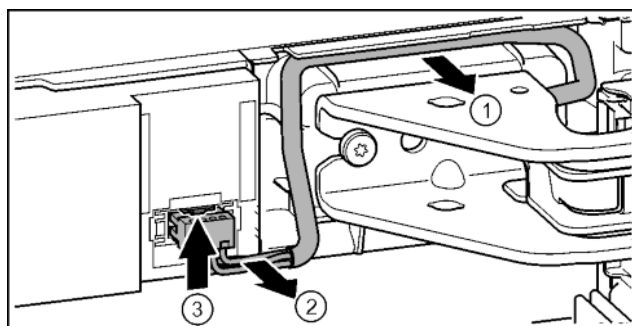

Fig. 17
- ▶ Kabel via de lagerbus voorzichtig uit de geleiding losmaken. *Fig. 17 (1)*
- ▶ Kabeldraad voorzichtig uit de schacht trekken. *Fig. 17 (2)*
- ▶ Las naar boven duwen en stekker voorzichtig eruit trekken. *Fig. 17 (3)*